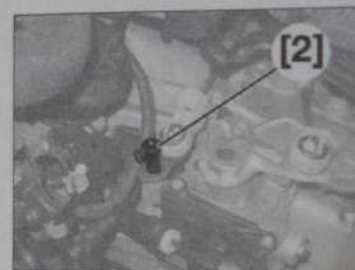

Fig. 20
- Immobiliser l'axe de sélection à l'aide de l'outil [2] (Fig.20).